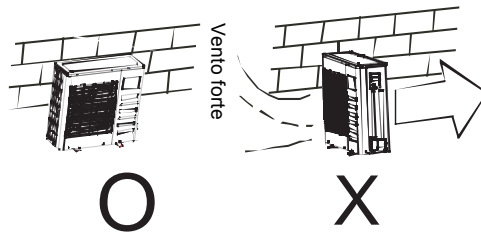

Fig.6-1
- Nei luoghi vicino alle coste o in alta quota dove il vento può essere forte, installare l'unità esterna contro il muro per garantire il regolare funzionamento; usare uno schermo se necessario (Fig.6-1).